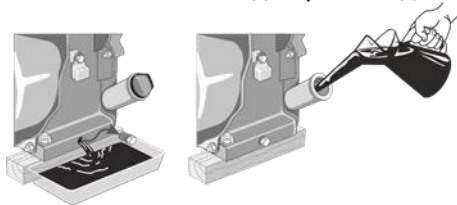

Рисунок 6. Схема заміни моторного мастила.
6.4.1 Порядок заміни моторного мастила (рис. 6).